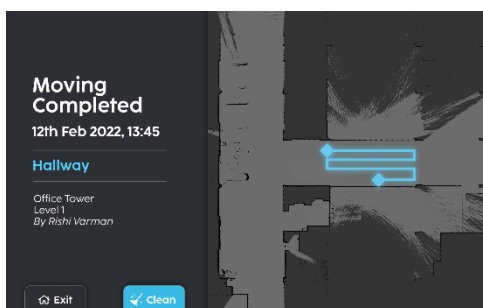

Fig. 5
5. À la fin de la mission, l'application affichera une page d'achèvement (Fig. 5).